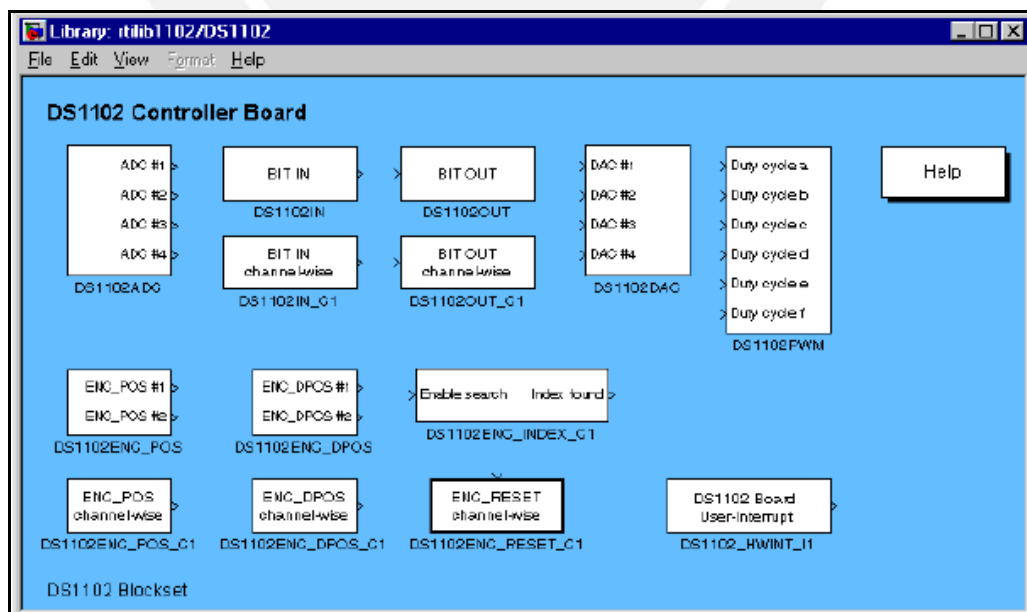

Fig. 1.3: Ventana con librería RTI para la opción B
2. **Opción B:** Otra manera de acceder a los bloques es escribiendo “RTI” desde la ventana de comandos de MATLAB. Se muestra la Fig. 1.3 que muestra la ventana donde se encuentran los boques RTI a utilizar:
Como se puede apreciar en la Fig. 1.3, además de los bloques de funciones, existen otros como el de ayuda, que sirve de orientación sobre la funcionalidad y características de cada uno de los bloques